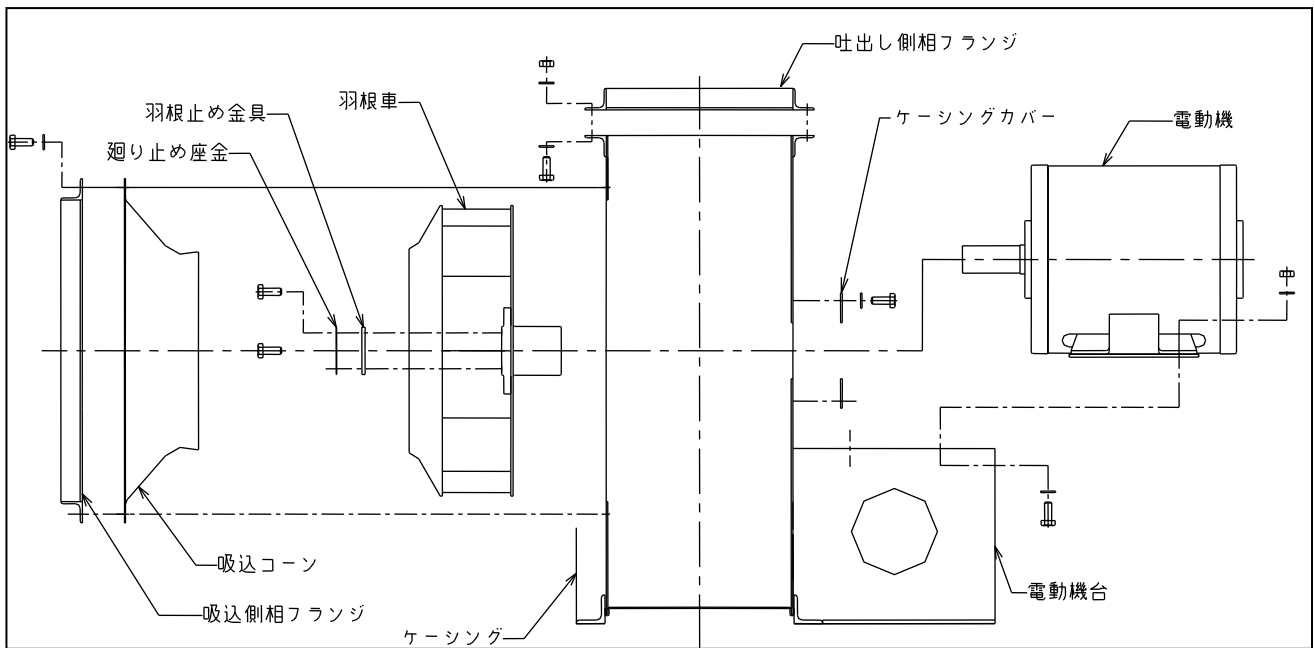

図18 SMT C2/SMTE 3型分解組立図 (例)
下記に分解の手順を示します。本ファンは標準仕様ですが、特殊仕様もありますので注意して読んでください。また、図18～21を参考にしながら作業を行って下さい。
- (1) 分解した手順、どこから外した部品かなどを記録してください。
- (2) Vプーリを取外す場合は、セットビスを六角棒スパナ・ねじ回しなどでゆるめ、Vプーリ抜き（ギャプラー）で取外します。
- (3) ピロー型軸受ユニットを外す場合は、セットビスを六角棒スパナでゆるめ、ギャプラーで取外します。
- (4) ギャプラーを使用する場合は、抜くものに当て板をして傷の付かないようにすると共に、内径側（軸に近い方）の全周に均一に力がかかるようにしてください。
- (5) 再組立時に、各部品の取付位置および取付け後の寸法を分解前と同じにするために、必要に応じて合マークをつけてください。
- (6) インローや合わせ面に傷が付かないようにしてください。
- (7) S M T C 2 / S M T E 3 / S R T C 2 / S R T E 3 型は、羽根車を吸込側に抜いて取り出します。羽根車を軸から取外す場合、引抜き用ネジを利用して抜いてください。軸ナット、廻り止め用座金は先に外しておいてください。（図18, 20, 21）